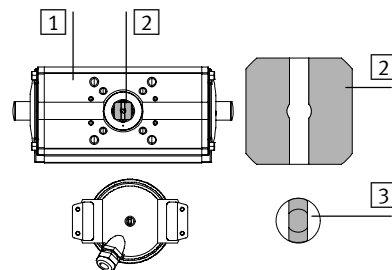

图 5
• 借助适合的工具或联轴器校准限位开关附件的轴，使其与联轴器及摆动驱动器的轴以所希望的方式相互交互卡住（参见图 5 示例）。